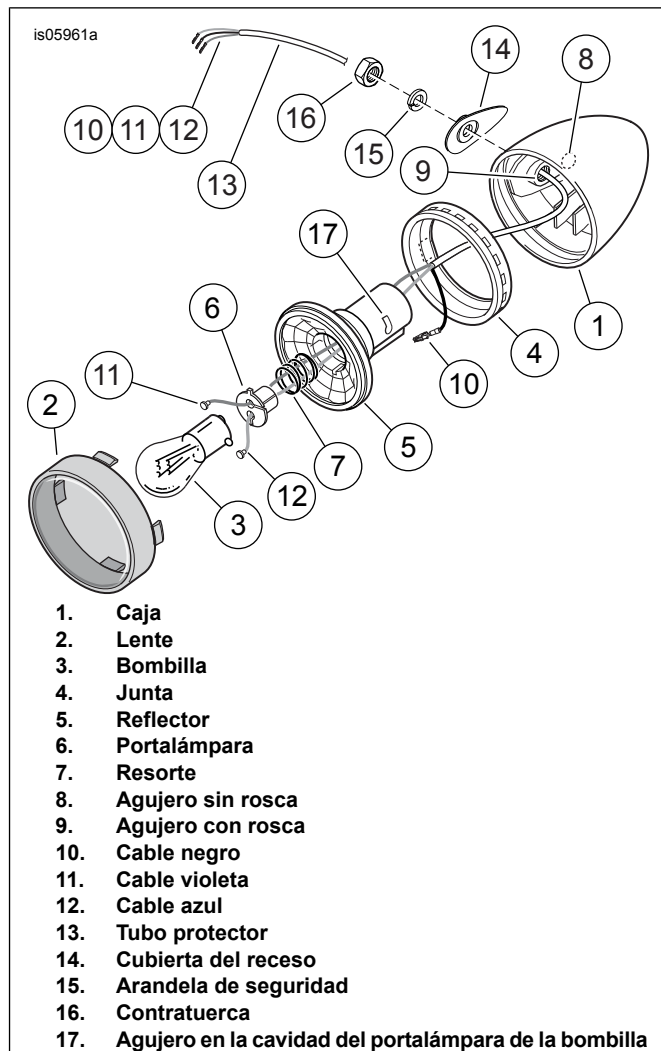

Figura 1. Luz de parada/trasera/señal de giro (se muestra el lado derecho)
1. Vea Figura 1. Inserte la hoja de un destornillador pequeño dentro de la ranura en la parte inferior del lente (2) de una luz STT y gírelo para separar el lente de la caja (1). Presione la bombilla (3) hacia adentro y gírela hacia la izquierda para extraerla. Coloque el lente y la bombilla a un lado para instalarlos después.